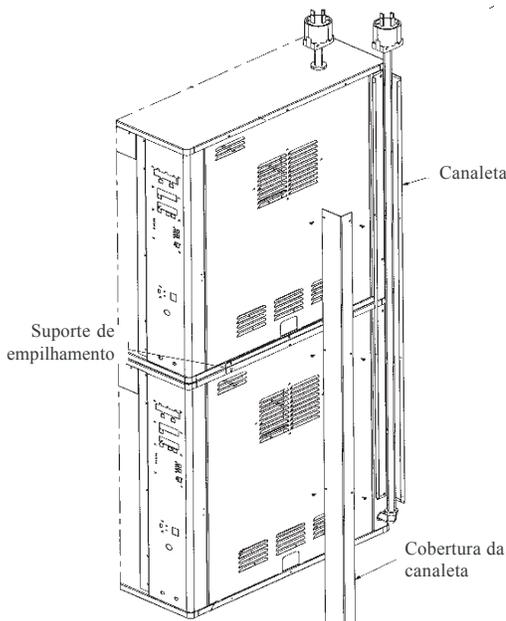

Figura 2-2
10. Monte um lado da canaleta às unidades, usando os parafusos removidos previamente no passo 9. Consulte a Figura 2-2.
11. Encaminhe o cabo de alimentação para cima através da canaleta montada e fixe a cobertura ao canal, usando os parafusos removidos previamente no passo 8. Consulte a Figura 2-2.